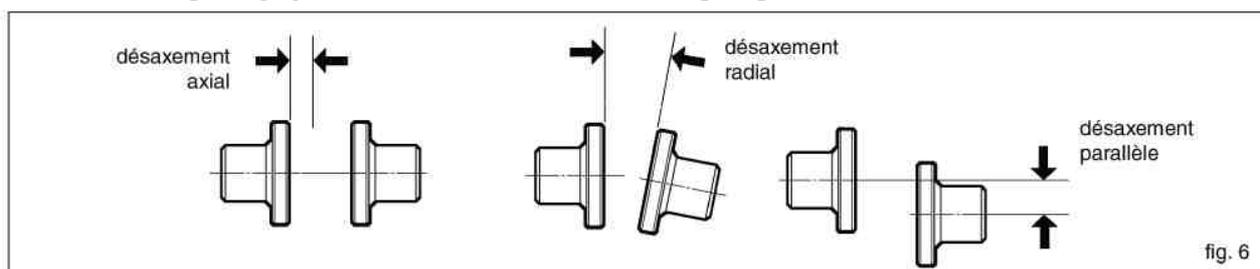

fig. 6
- Serrer les boulons des tirefonds, vérifier l'alignement comme indiqué sur la figure 6 et les régler, selon le type de joint, comme indiqué dans les § 13.10; 13.11 et 13.12.